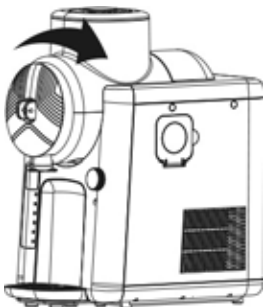

rys. 1
8. Wsunąć tacę ociekową na dole w urządzenie (rys. 1).